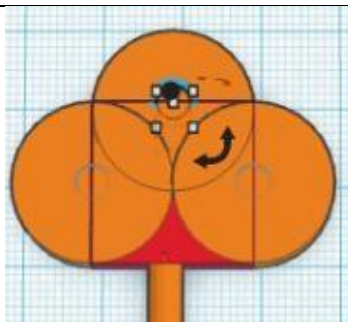

FIGURE 29: DÉPLACEMENT DES OBJETS CYLINDRIQUES DE TYPE TROU
- Déplacer les objets « Perçages cylindriques » comme illustré sur la figure 29.